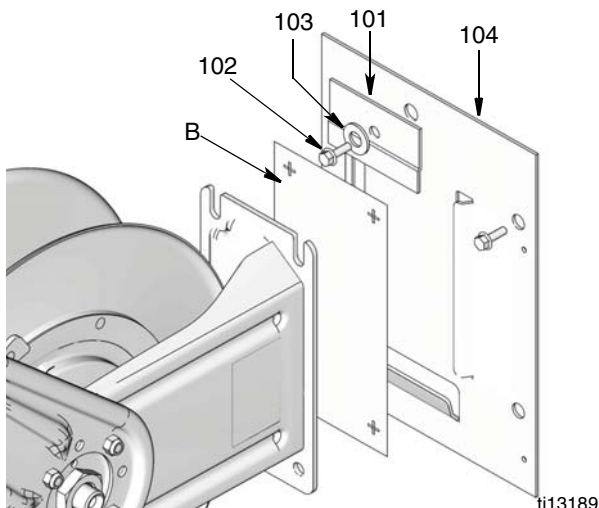

FIG. 10
- Choisir l'endroit pour attacher la batterie d'enrouleurs. Monter l'enrouleur sur un mur à l'aide du calibre fourni (B) qui permet de tracer l'emplacement des trous à forer.
La plaque de base (104) peut être montée sur le mur pour mieux pouvoir placer et enlever l'enrouleur pour un entretien (FIG. 10).
- Glisser l'enrouleur sur la plaque de base (104) et monter la plaque d'appui (101), placer la rondelle (103) et la vis à tête (102). Bien serrer la vis (FIG. 10).